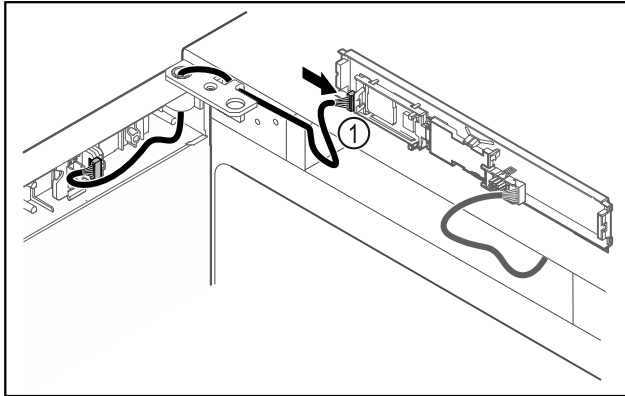

Fig. 49
- ▶ Встановити штекер Fig. 49 (1) на плиті.